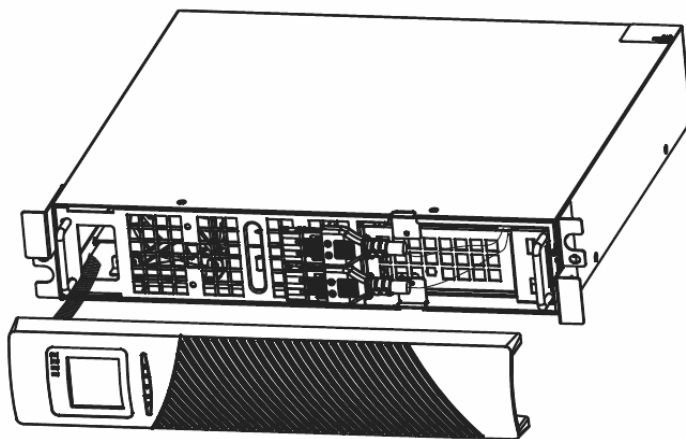

Рис. 9 Подсоединение внутренних аккумуляторов ИБП
2. Подсоедините разъем внутренних аккумуляторов (см. Рис. 9)